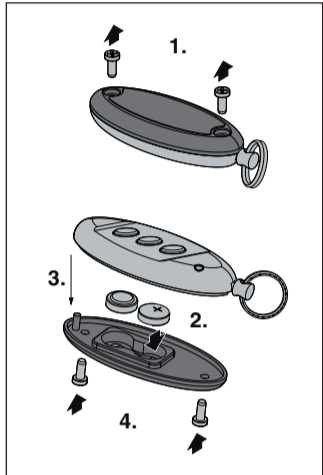

Fig. 2
3.1 Sostituzione/inserimento delle batterie (Fig. 2)